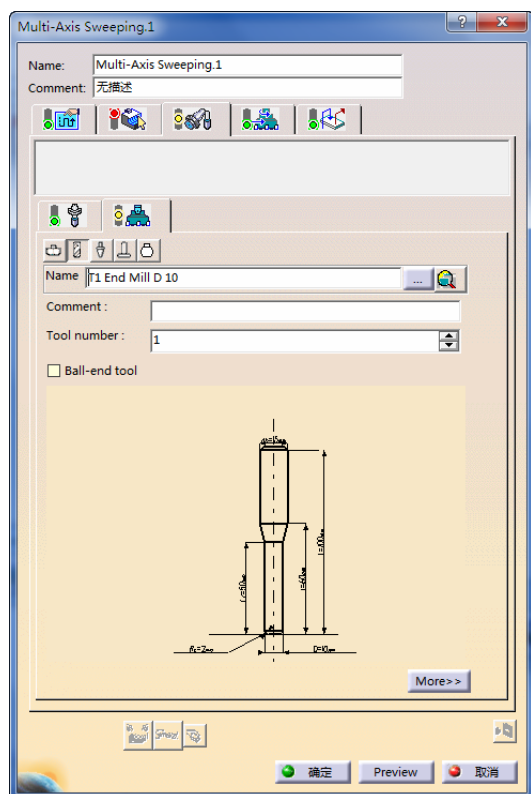

图 4-17 刀具参数选项卡 (1)
卡 (1)，在“Name”文本框中输入“T1 End Mill D10”，取消“Ball-end tool”复选框，如图 4-17 所示。